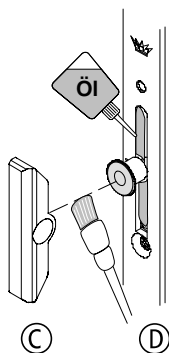

Abb. 3
Um ihre Leichtgängigkeit zu erhalten, müssen die Riegelstücke (C) des Schüco VarioTec Beschlages **einmal jährlich** an den Einlaufseiten mit technischer Vaseline oder einem anderen geeigneten Fett geschmiert werden (s. Abb. 3 und 4).